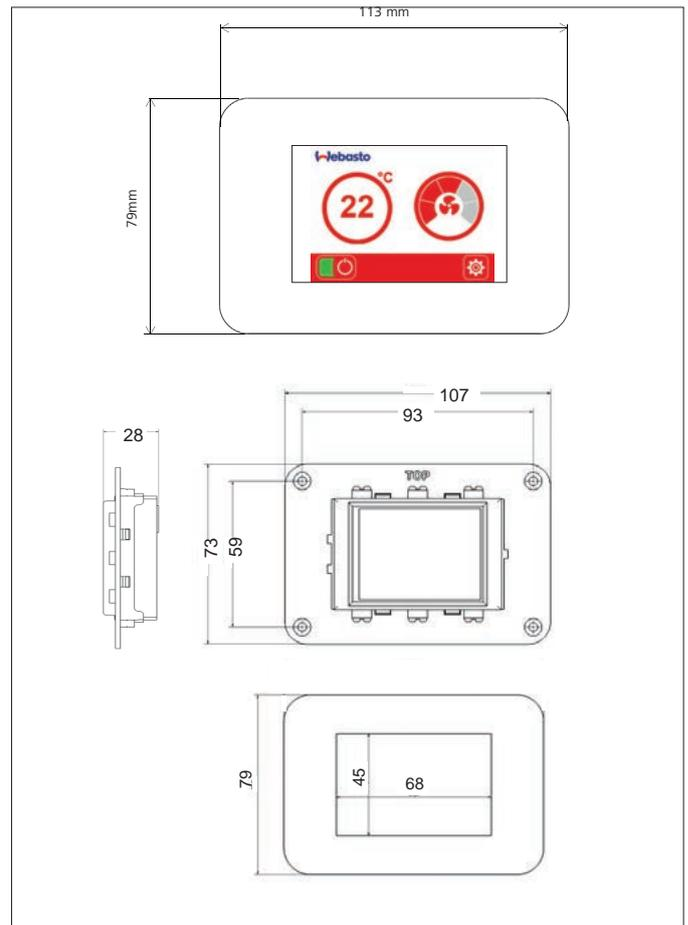

Abb.11 Einbau BlueCool MyTouch
- ▶ Ausschnitt für das Bedienelement an gewünschter Einbauposition vornehmen. Ausschnittmaße siehe Abb.11.